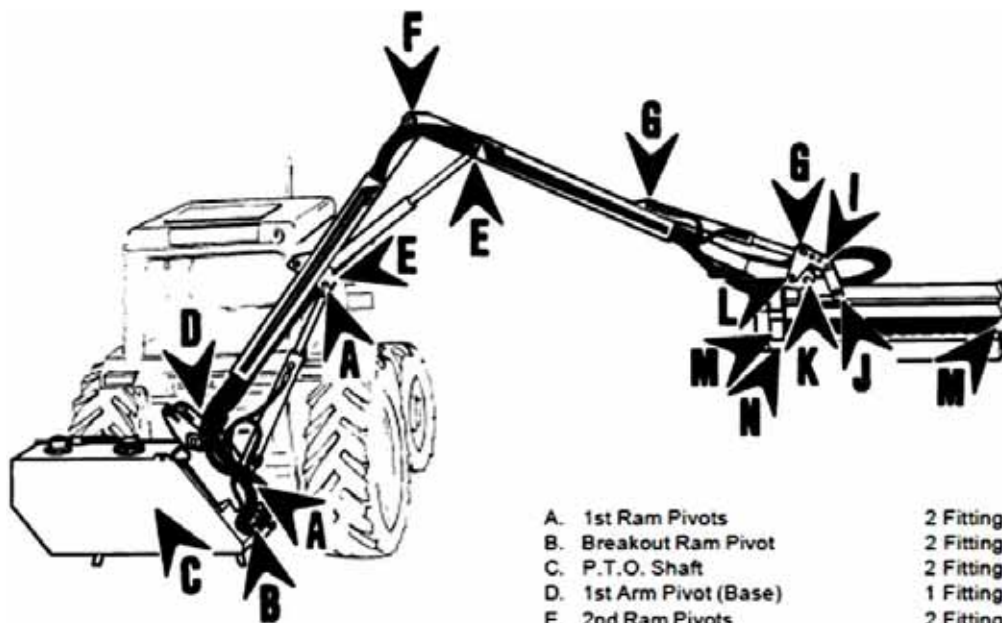

FIGURE 5-1
- **Schmieren:** Alle Schmierstellen wie in nachstehender Abbildung 5-1 angegeben. Stellen Sie die Maschine auf eine ebene Fläche und schalten Sie die Zapfwelle und den Traktor aus. Schmieren Sie diese Teile alle 8 Arbeitsstunden.